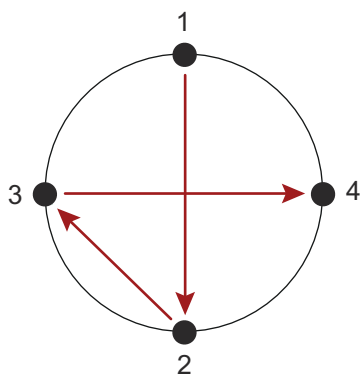

图 1
4. 如图（图 1）所示，使用适当的填充物，从储罐内侧的位置 1 和 2 将焊接板点焊到储罐上。确保焊接板水平；按需要进行调整，然后将其点焊到位置 3 和 4。确保在每个点之间用压缩空气对焊接区进行了冷却。